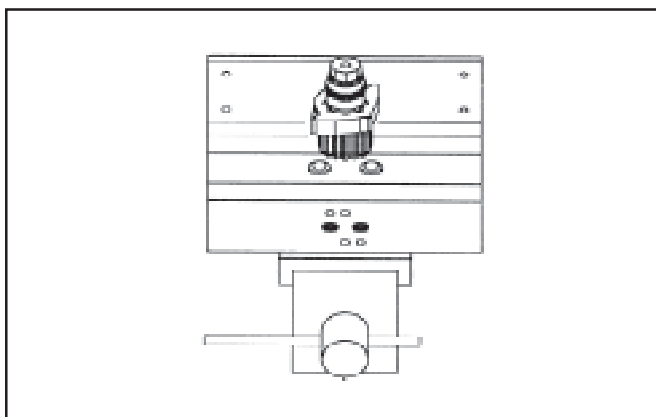

Bild 21
- S'assurer que l'octi cam ( 1 ) est dans la bonne position comme indique figure 21.